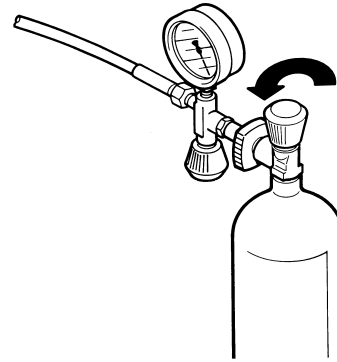

Abb. 11 Anschließen der Druckluftflaschen
- Druckluftflasche am Flaschenanschluß anschließen (s.Abb. 11).